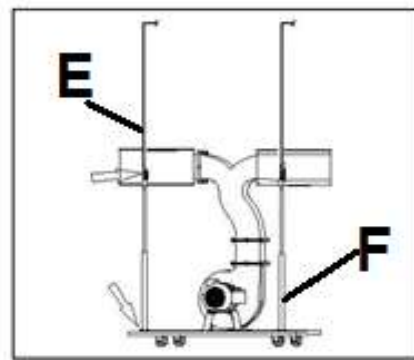

Рис. 8
Установите две опоры для сбора (F) и две верхние опоры для мешков (E), как показано на рис. 8.